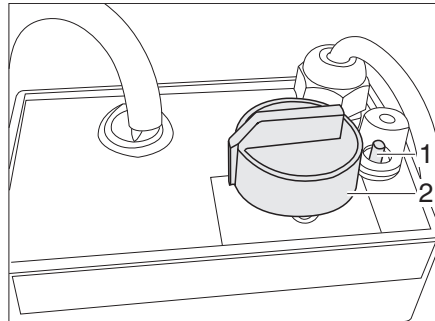

Bild 301 Reglage för elektrisk golvvärme/bäddvärme
- Vrid vridregulatorn (Bild 301,2) till önskad värmeeffekt.
- Vrid vridregulatorn (Bild 301,2) till ställning "0".
När golvvärmen har stängts av stannar värmen kvar ett tag i golvet (restvärme). Om regulatorn överbelastas aktiveras överbelastningsskyddet. Stiftet (Bild 301,1) hoppar ut.
- Tryck in stiftet (Bild 301,1) på överbelastningsskyddet när regulatorn har svalnat.